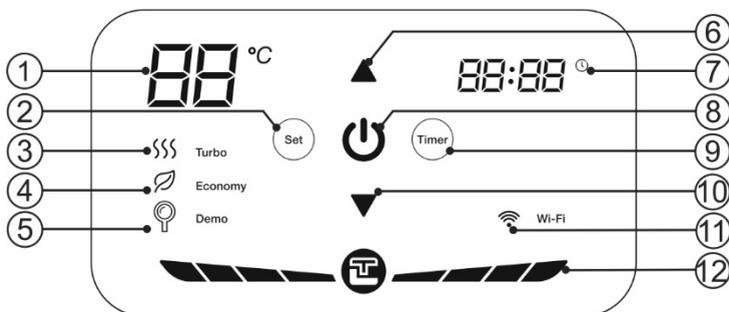

Рисунок 3. Панель управления
Рисунок 3: 1 – указатель температуры, 2 – кнопка «Set», 3 – индикатор «Turbo», 4 – индикатор «Economy», 5 – индикатор «Demo», 6 – кнопка «▲», 7 – указатель времени, 8 - кнопка «I/O», 9 – кнопка «Timer», 10 – кнопка «▼», 11 – индикатор «Wi-Fi» (опционно для моделей Wi-Fi), 12 – индикатор нагрева.
Включение/выключение ЭВН осуществляется кнопкой «I/O» на панели управления (Рис. 3, п.8), при этом на светодиодный индикатор показывает заданную температуру нагрева. Режим «Turbo» включается автоматически, при этом максимальная мощность составляет 2000 Вт. В процессе эксплуатации ЭВН потребитель может выбирать температуру нагрева при помощи двух клавиш «▲» «▼» (Рис. 3, п.6 и п.10). При кратковременно нажатии клавиш значение температуры будет изменяться на 1 градус в секунду, при долговременном нажатии – на 5 градусов в секунду. Диапазон регулировки температуры составляет от 30С до 75С, а температура по умолчанию составляет 75С. Нажмите кнопку «Set», чтобы переключить ЭВН в экономичный режим «Economy». При переходе в экономичный режим включается индикатор экономичного режима, и температура будет заблокирована на значении 55С при мощности нагрева 1300 Вт. В экономичном режиме температуру нельзя регулировать вручную. Нажмите кнопку «Set» снова, чтобы выйти из экономичного режима.
1. Установка времени включения. указатель времени (Рис. 3, п.7) должен светиться. Нажмите кнопку «Set», установить значение ЧАСЫ с помощью кнопок «▲»
«▼» (Рис. 3, п.6 и п.10). Кратковременное нажатие изменяет значение +1/-1, длительное нажатие - +5 /-5. Диапазон значения ЧАСЫ: 0-23. Повторно нажмите «Set», установите значение минуты таким же способом.
2. Установка времени выключения. После установки времени включения нажмите кнопку «Set», иконка должна мигать. Нажмите кнопку «Set», установить значение ЧАСЫ с помощью кнопок «▲» «▼» (Рис. 3, п.6 и п.10). Кратковременное нажатие изменяет значение +1/-1, длительное нажатие - +5 /-5. Диапазон значения ЧАСЫ: 0-23. Повторно нажмите «Set», установите значение минуты таким же способом.
3. При установке значения ЧАСЫ таймер отключится, если кнопок кнопок «▲» «▼» (Рис. 3, п.6 и п.10) не касаться более 5 секунд.